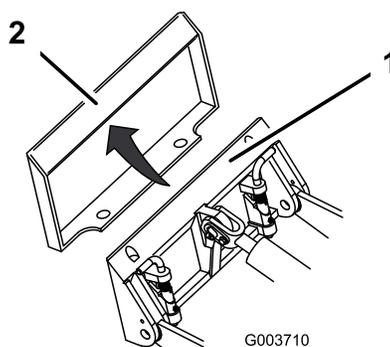

図 10
4. 取り付けプレートをアタッチメント受けプレートの上側にセットする 図 10。